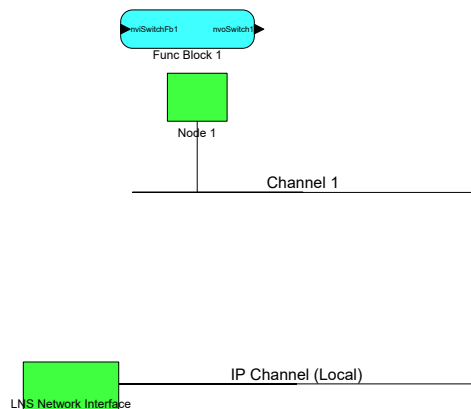

Abbildung 103: Verbinden Sie das LNS-Network-Interface mit dem neu erzeugten “IP Channel”
6. Wird der L-IP als ein CEA-709 Configured Router verwendet, sollten Sie den L-IP in die LonMaker Zeichenfläche hinzufügen. Erzeugen Sie dazu einen neuen Channel mit dem Typ ,IP-10L' für ein Intranet oder ,IP-10W' für eine Internet-Umgebung. Ändern Sie das LNS Netzwerkinterface auf diesen neu erzeugten IP-Kanal, wie in Abbildung 103 gezeigt. Wählen Sie dazu das LNS Netzwerkinterface aus, und wählen Sie den Punkt **Change Channel** aus dem Kontext-Menü.